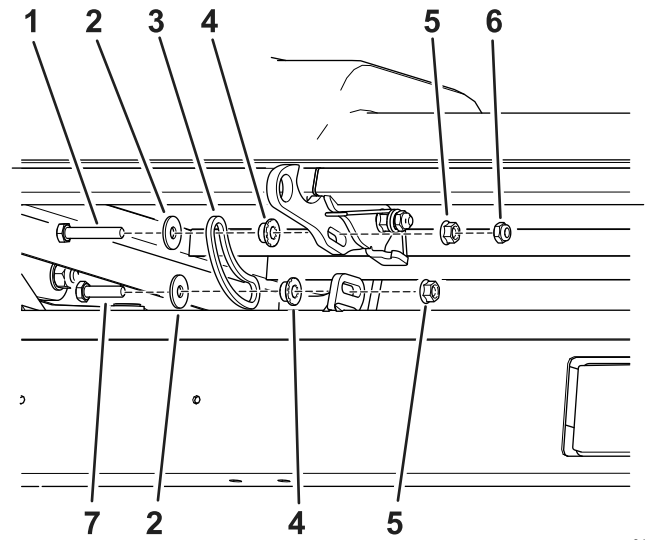

Figura 4
- Montate il connettore dell'asta sul gancio con un bullone lungo, una rondella piana, una boccola, un dado flangiato e un dado di bloccaggio (Figura 4).
- Montate il connettore dell'asta sul gancio con un bullone corto, una rondella piana, una boccola e un dado di bloccaggio (Figura 4).